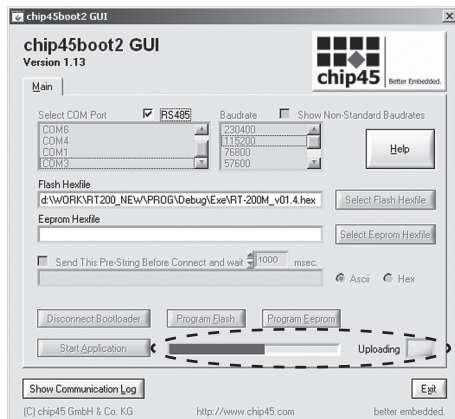

Рис. 30.
13. Контролировать на предмет «Зависания» процесса загрузки пользовательской программы, **«Uploading»** + **«желтый индикатор»**, Рис. 30;